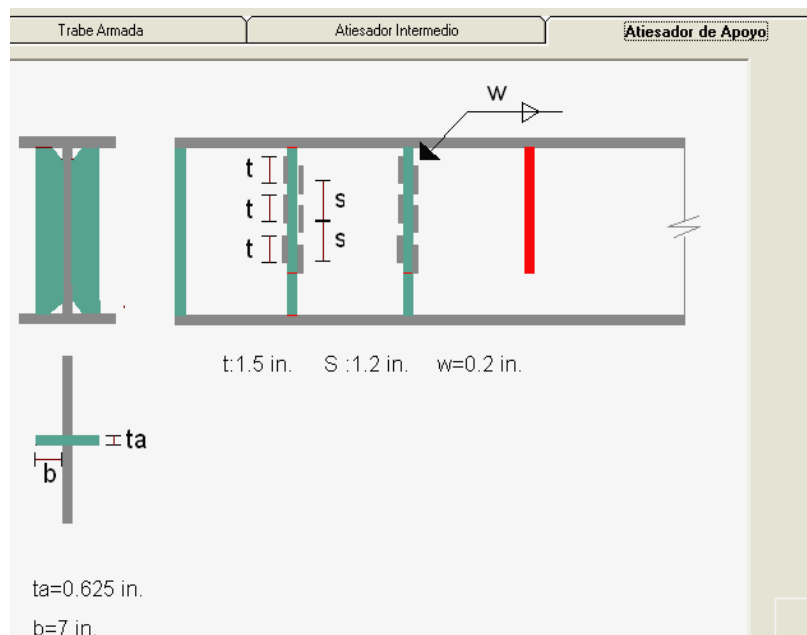

Figura 6.5 Dimensiones de Atiesadores de Apoyo.
4. La carpeta “Atiesadores de Apoyo”, se muestra en la Figura 6.5.